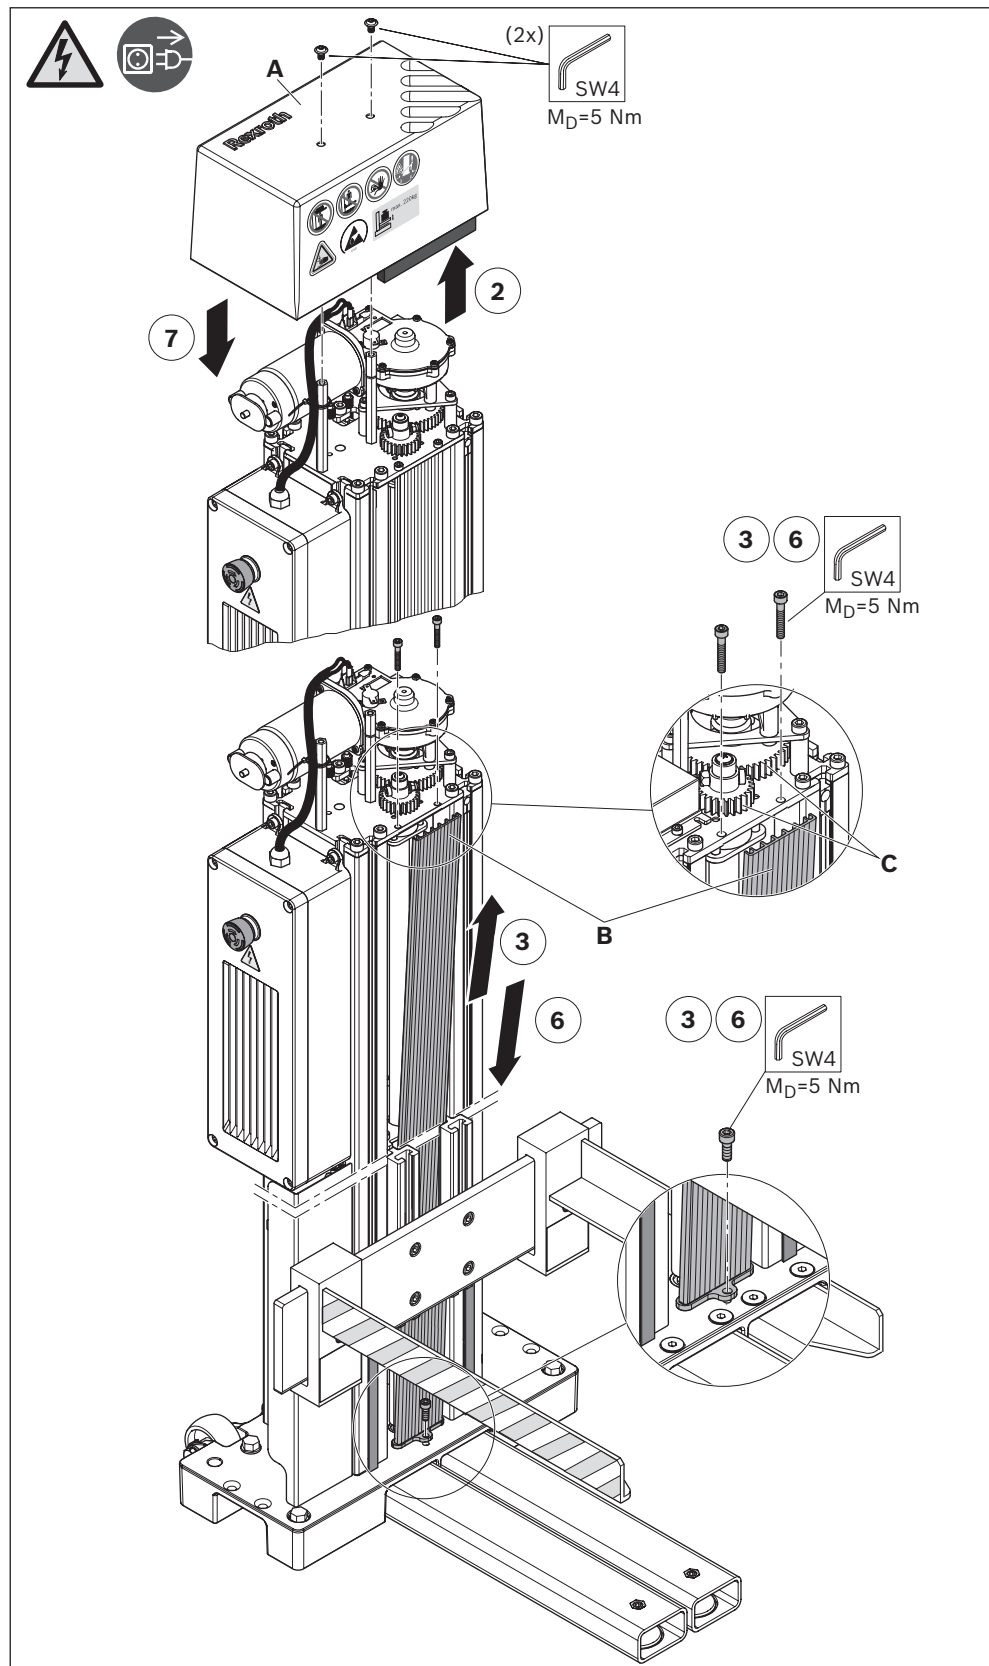

Fig. 29: Desmontagem/montagem do revestimento
5. Limpe e lubrifique as rodas dentadas de acionamento (C) em caso de necessidade.
6. Monte o revestimento (ver Fig. 29).
7. Monte a tampa (ver Fig. 29).